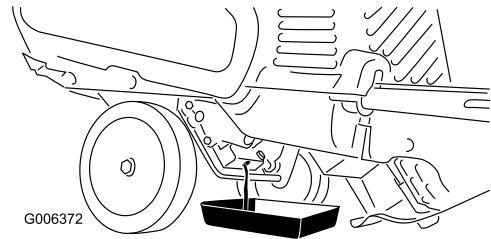

Bild 21
3. Stellen Sie eine Ölauffangwanne unter die Ölablassschraube, nehmen die Schraube heraus und kippen die Maschine nach hinten und lassen Sie das Altöl in die Ölauffangwanne laufen (Bild 21).